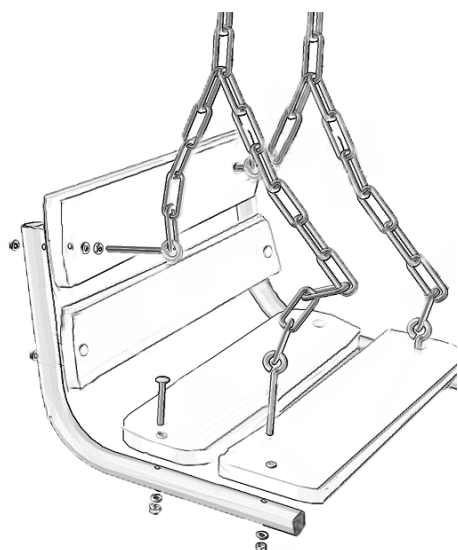

Рис.9
5.6 Для модели Akiro Universal соберите подвесные цепные качели со спинкой (№20) рис. 9
6. Выполните разметку под фундамент согласно схеме (рис. 9) и выройте ямы глубиной не менее 45 см. Установите Комплекс при помощи строительного уровня и осуществите бетонирование.